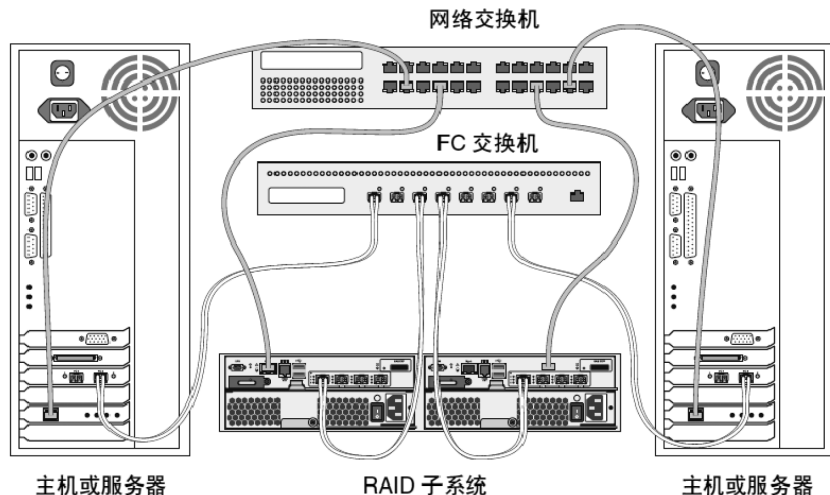

图 7. FC SAN 数据和管理连接
1. 将左侧控制器上的 FC 数据端口连接到 FC 交换机。请参阅图 7。